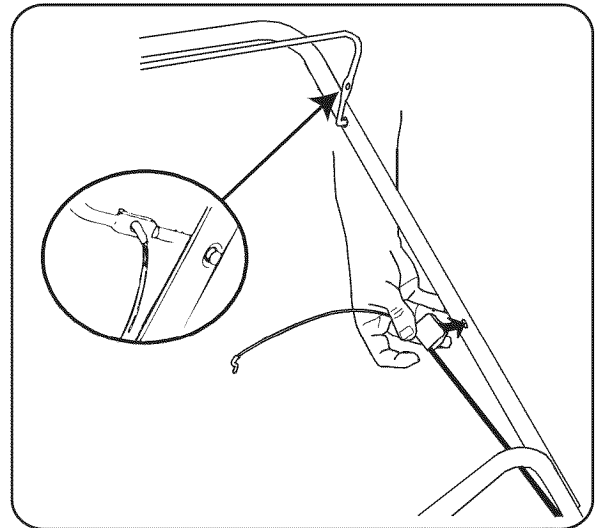

Figure 6
- Le câble de frein est attaché au moteur et l'autre extrémité est munie d'un raccord en «Z». Passez le câble en-dessous du guidon inférieur. Enfoncez le raccord en plastique dans le trou sur l'intérieur du guidon supérieur, comme à la Figure 6.
- Accrochez l'extrémité en «Z» du câble de frein dans le trou de la poignée de commande de la lame, de l'extérieur vers l'intérieur, voir l'encadré à la Figure 6.